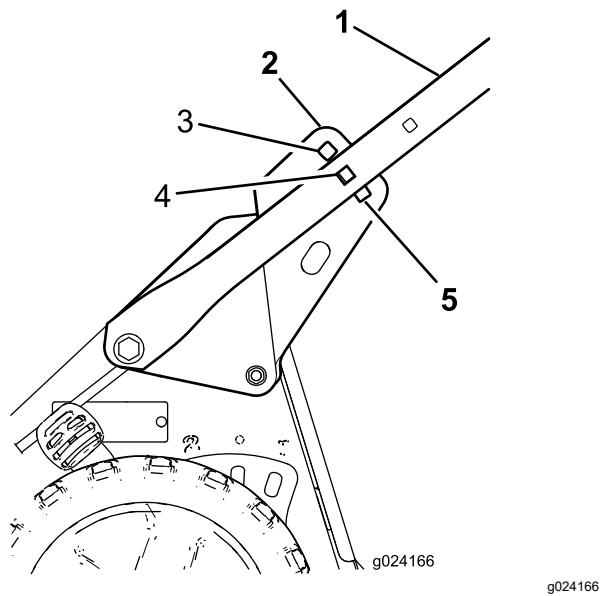

Figura 4
- Sitúese detrás de la máquina en la posición normal de trabajo para determinar la altura del manillar que le sea más cómoda (Figura 4).